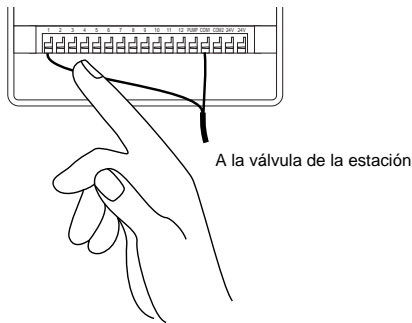

FIGURA 23: Conexión de los cables de las válvulas
- Puede resultar necesario abrir el terminal para poder introducir o retirar los hilos. Para ello, eleve la pestaña situada en la parte superior del terminal [Vea la Figura 23].
- Conecte el cable común al terminal que tiene la inscripción **COM** [Vea la Figura 23].